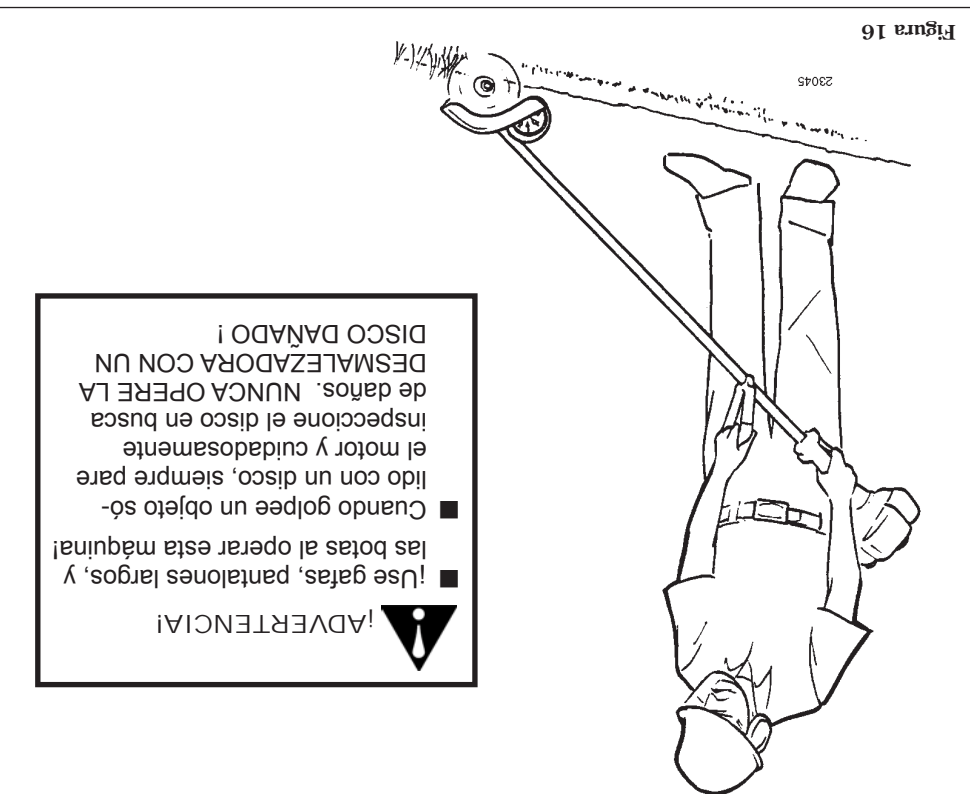

Figura 16
- Empiece cada pasada posicionando la unidad sobre el trabajo y con el motor a media marcha. Baje lentamente la hoja al suelo y al mismo tiempo acelere el motor a toda marcha. Vea la Figura 16.
5. Cuando arranque el motor, mueva despacio la palanca del cebador a la posición "OPEN" (abierto). Consulte la figura 16. (Si el motor para después del arranque inicial, cierre la palanca del cebador y vuelva arrancar).